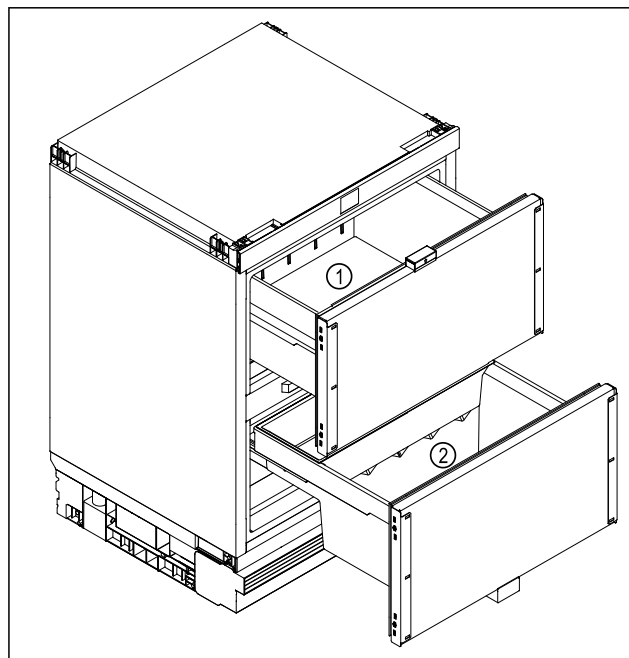

Fig. 7 Immagine a titolo di esempio
- Carrello di estrazione superiore Fig. 7 (1): Conservare gli alimenti facilmente deperibili, come pietanze pronte, pesce, carne e insaccati, frutta e verdura confezionata.
- Carrello di estrazione inferiore Fig. 7 (2): Conservare generi alimentari sensibili al freddo come patate, cipolle o frutti tropicali. Conservare generi alimentari o bevande che durante il consumo non devono essere troppo freddi.